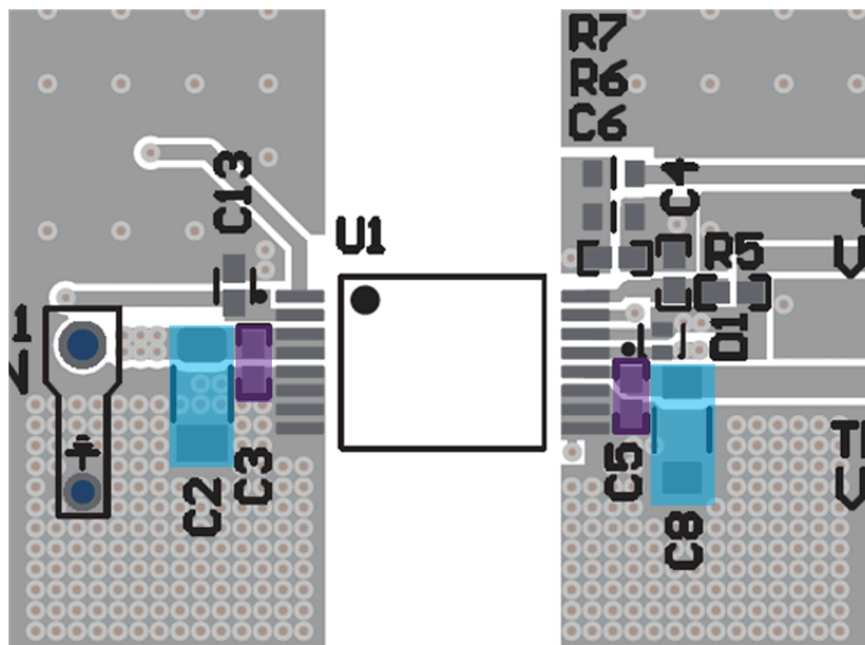

图 3-8. VIN (C2、C3) 和 VDD (C5、C8) 电容器
- b. 将大容量 VIN 电容器 (C2) 尽可能靠近 0.1  $\mu$ F 高频旁路电容器 (C3) 并与之并联，且与 IC 位于 PCB 的同一侧，如 图 3-8 所示。
2. /PG 去耦电容器：/PG 去耦电容器应靠近引脚 2 (/PG) 放置，并与 UCC35131-Q1 位于 PCB 的同一侧。请参阅 图 3-8 中所所示的 C13 放置方式。
- b. 将大容量 VDD-COM 电容器 (C8) 尽可能靠近 0.1  $\mu$ F 高频旁路电容器 (C5) 并与之并联，且与 IC 位于 PCB 的同一侧，如 图 3-8 所示。